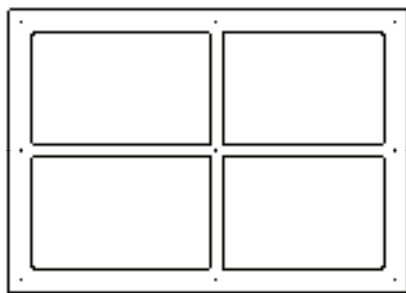

图 3-85 修改墙厚
- 3) 按〈Enter〉键即可完成改墙厚操作，结果如图 3-85 所示。